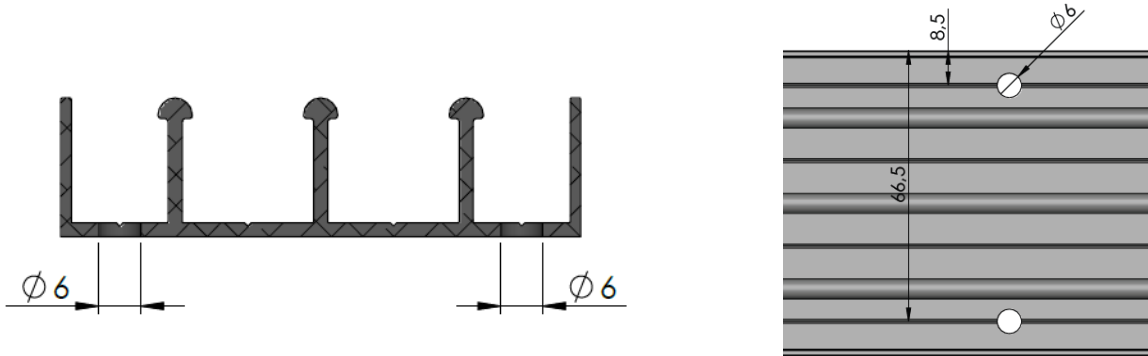

Figura 7
- Mecanizado carril inferior 3 raíles (Figura 7)